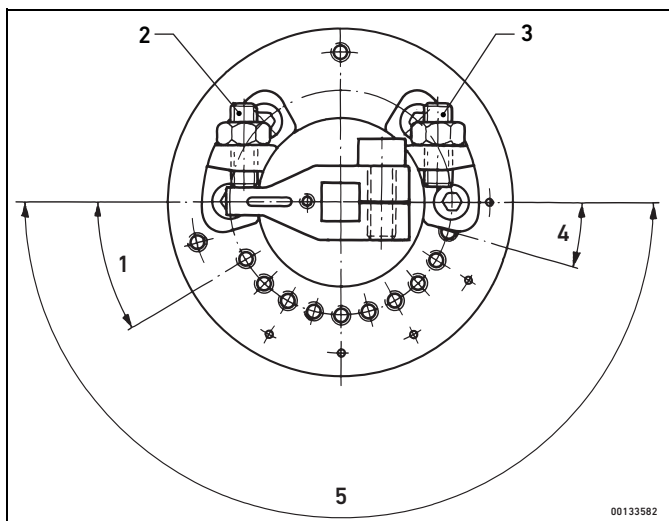

Fig. 6: Réglage des angles
3. Régler les angles de rotation à l'aide des vis de réglage de précision. Voir plage de réglage des angle à la Fig. 6 et au tableau 1.